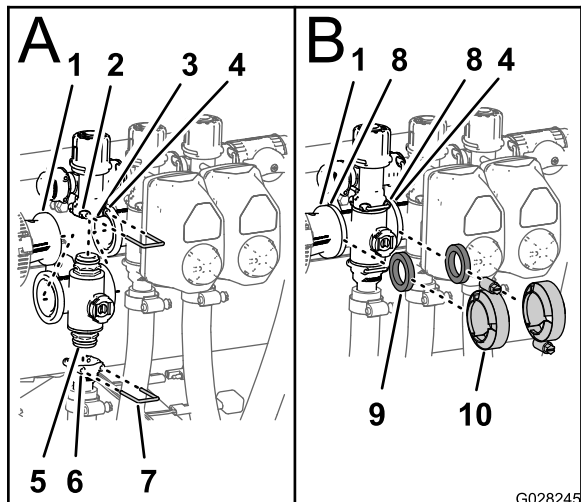

图78
1. 将歧管阀的上端盖接头插入旁通阀接头（图78 中的 A）。
2. 将卡环插入旁通阀接头的插槽，从而将端盖接头固定至旁通阀接头（图78 中的A）。
3. 将出口接头组装到歧管阀的下端盖接头上（图78 中的 A）。
4. 将卡环插入出口接头的插槽，从而将端盖接头固定至出口接头（图78 中的 A）。
5. 在异径管接头凸缘与喷洒臂段阀歧管之间放 1 个垫片（图78 中的 B）。
6. 以手动夹紧夹具的方式，组装异径管接头、垫片和喷洒臂段阀歧管（图78 中的 B）。
7. 如果要安装最左边的 2 个喷洒臂段阀，请在两个相邻喷洒臂段阀歧管的凸缘之间放 1 个垫片（图78 中的 B）。
8. 以手动夹紧夹具的方式，组装 2 个相邻喷洒臂段阀歧管和垫片（图78 中的 B）。